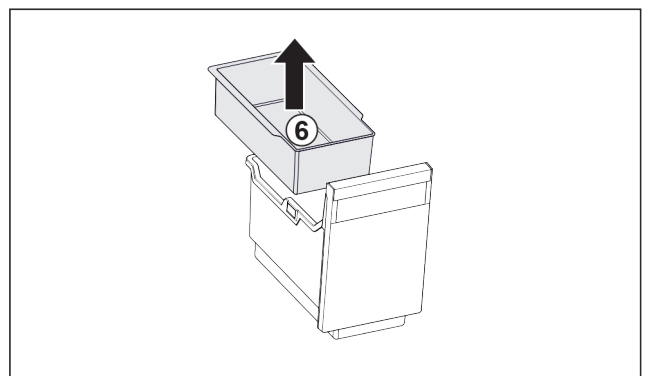

Fig. 140
- Retirer le Fig. 140 (6) balconnet pour glaçons.